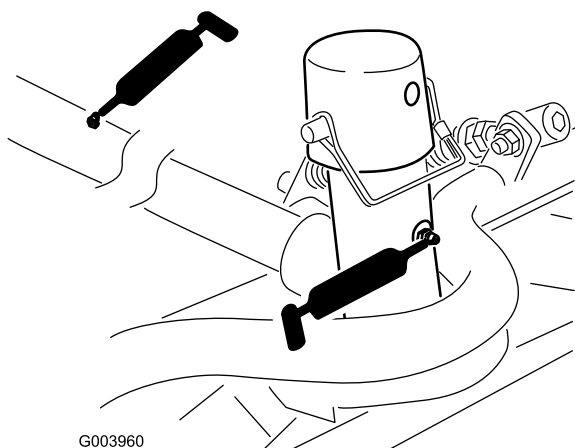

図 53
- ・ カuttingユニットのキャリアフレームとピボット（各2）（図 53）